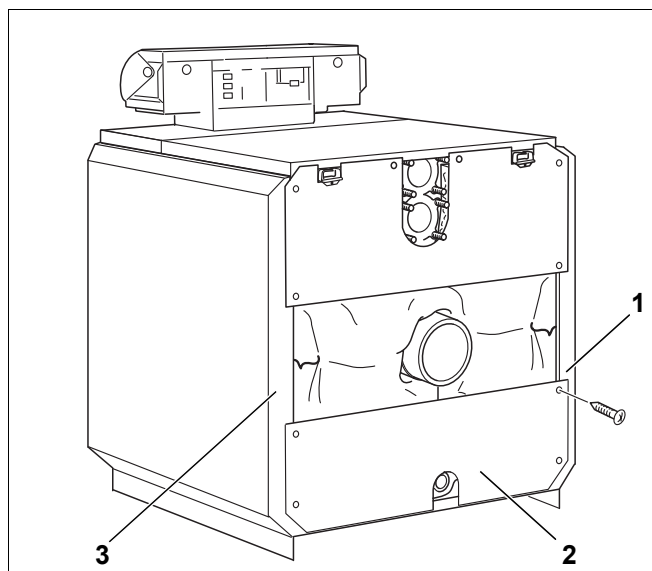

Bild 40 Montage – untere Kesselrückwand
- Untere Kesselrückwand (Bild 40, **Pos. 2**) mit dem Ausschnitt für den Füll- und Entleeranschluss nach unten an die Seitenwände (Bild 40, **Pos. 1 u. 3**) anschrauben.